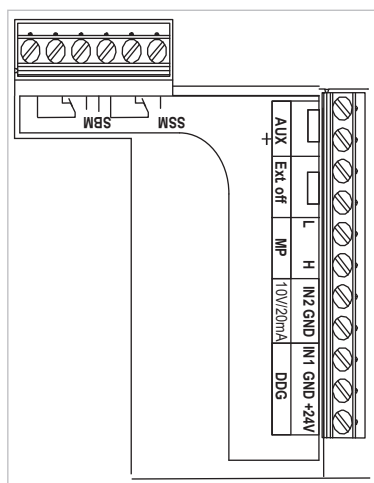

Fig. 24 : Bornes de commande
- Bornes de commande (Fig. 24)